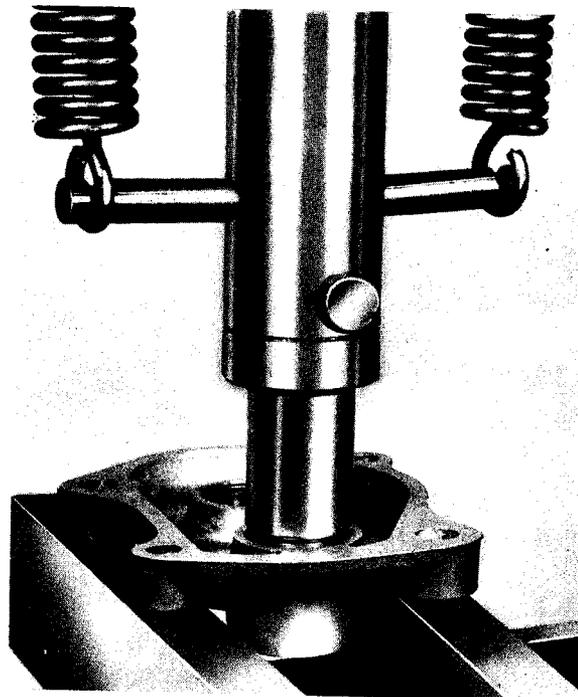

Fig. 3
- 1° Extraire du boîtier, ou du flasque, le bouchon expansible à l'aide d'un marteau ou d'une presse et de l'outil MUTA (fig. 3).